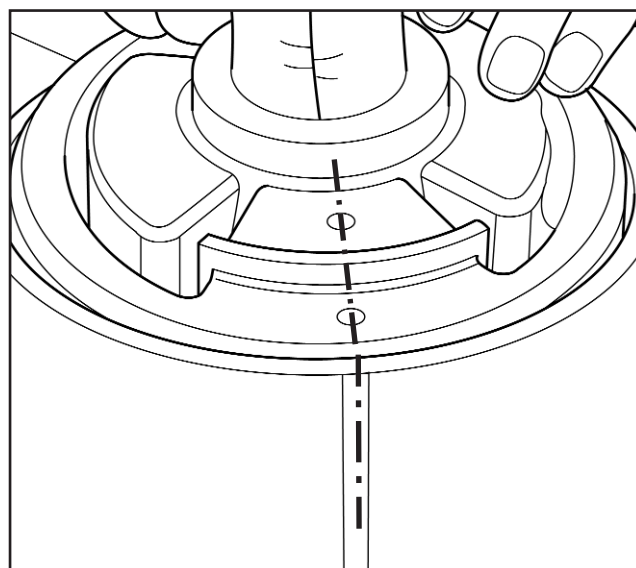

Fig 3.34
2. Insérer la bague d'axe d'articulation de rechange dans l'entonnoir " D " et aligner les points sur la bague d'axe d'articulation avec la ligne repérée sur l'entonnoir (figure 3.34)